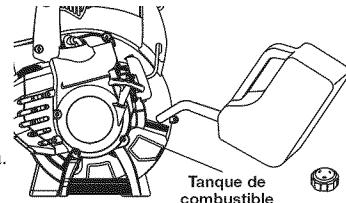

Fig. 7
- Quite la tapa del tanque de combustible (Fig. 7).